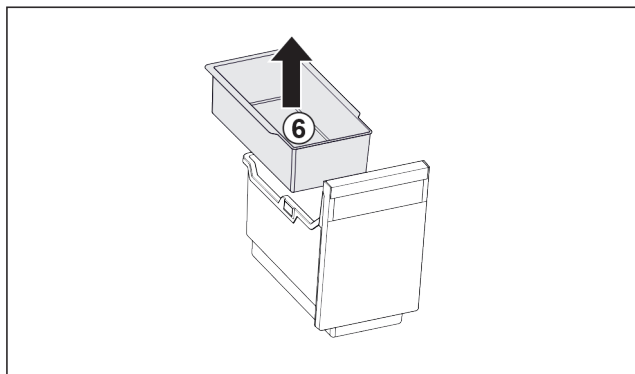

Fig. 118
- Einhängeschale Fig. 118 (6) entnehmen.